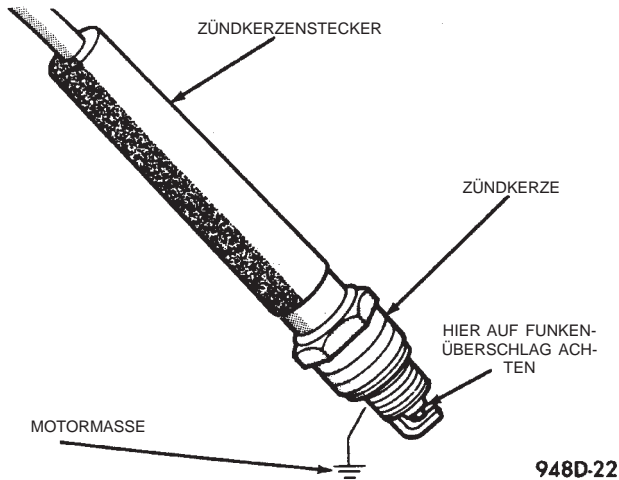

Abb. 19 Funkenprobe
(1) Eine neue Zündkerze in den neuen Zündkerzenstecker einstecken. Die Zündkerze an Motormasse halten (Abb. 19). Die Zündkerze nicht mit bloßen Händen berühren.
(2) Zündkabel 1 von der Zündspule abbauen.
(3) Testzündkabel am Anschluß 1 der Zündspule anschließen. Darauf achten, daß eine gute Verbin-
(1) Eine neue Zündkerze in den neuen Zündkerzenstecker einstecken. Die Zündkerze an Motormasse halten (Abb. 19).